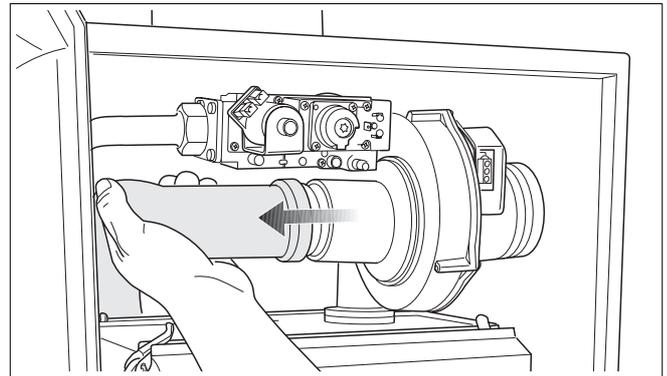

Fig. 95 Sfilare il tubo d'aspirazione aria dal ventilatore
- Sfilare il tubo d'aspirazione aria dal ventilatore (fig. 95).